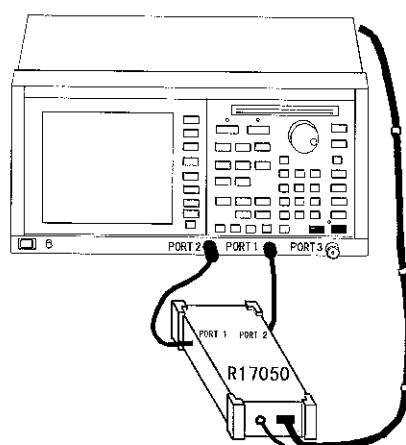

図 2-11 RF ポートの接続
- ③ 本器の RF ポートとネットワーク・アナライザの PORT1, PORT2 を接続します（図 2-11 参照）。